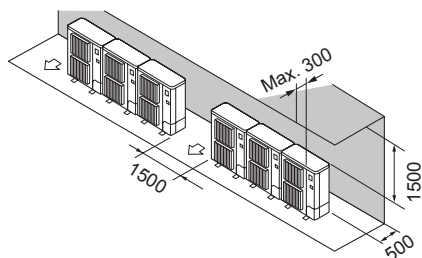

Fig. 2-13
- ② Solo ostacoli posteriori e superiori (Fig. 2-13)